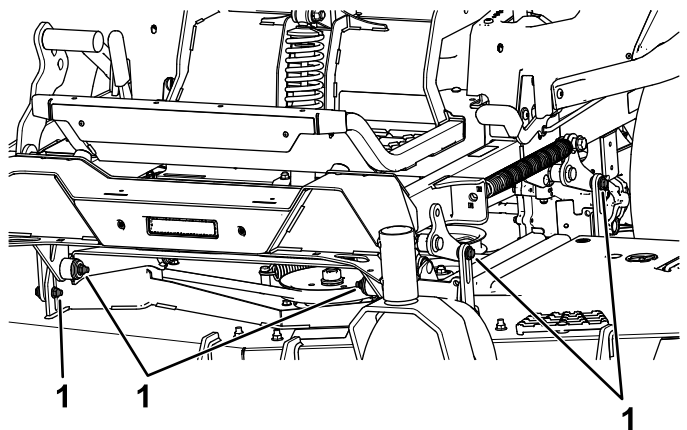

Figura 91
7. Retire y guarde los pernos y las tuercas de ambos lados de la máquina (Figura 91).